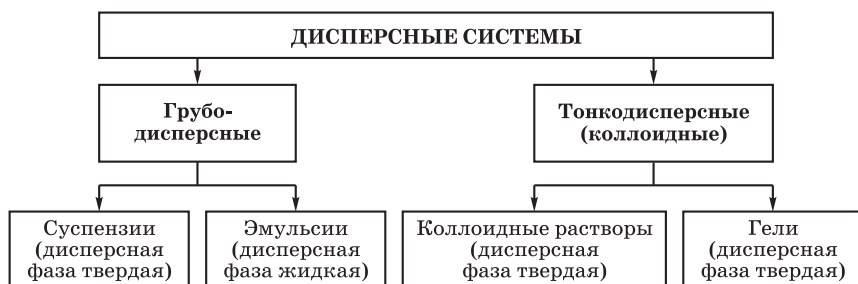

Рис. 3.1. Классификация дисперсных систем
4. Классификация дисперсных систем с жидкой дисперсионной средой по типу агрегатного состояния дисперсной фазы (рис. 3.1).